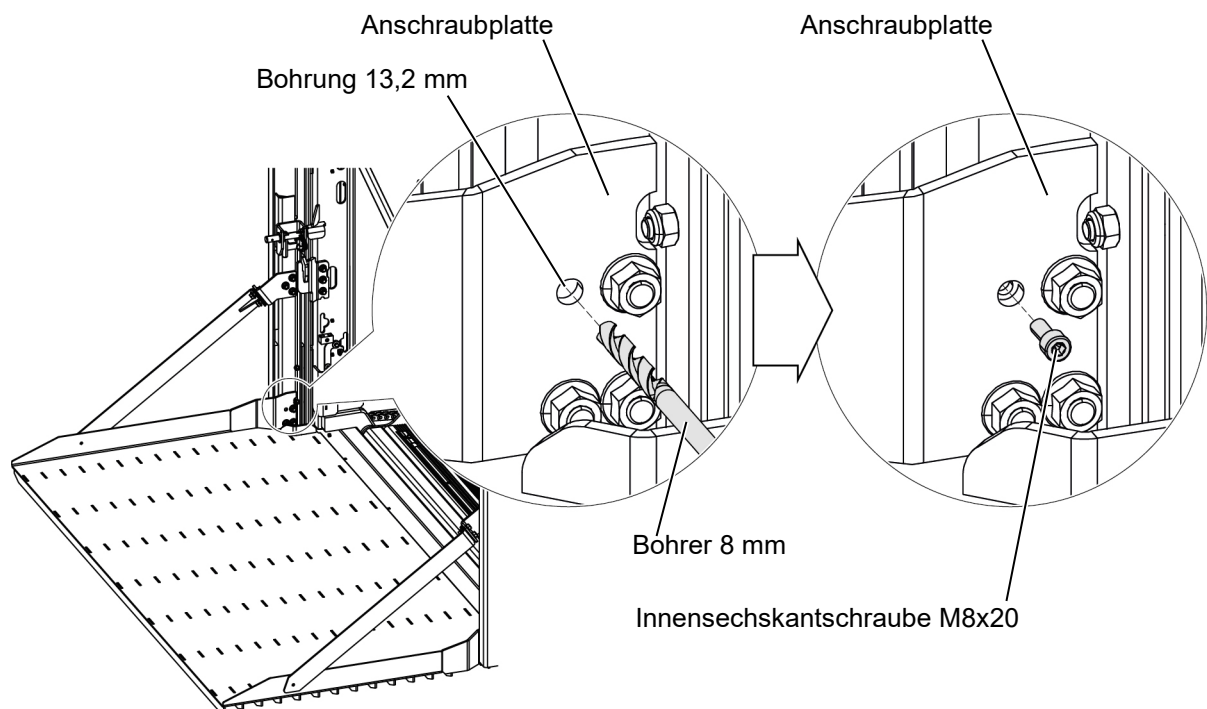

Abbildung 29: Plattform des Innenliftes justieren (2)
- Bohren Sie mittig durch die freie 13,2-mm-Bohrung an einer Anschraubplatte der Plattform des Innenliftes mit 8 mm durch den Gleiter (siehe Abbildung 29).